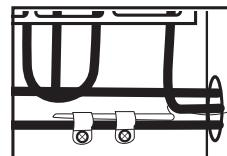

Fig. 1
- PRECAUCIÓN:** tenga cuidado de no tocar los tubos capilares del termostato al limpiar el interior de la cuba (Fig. 1).